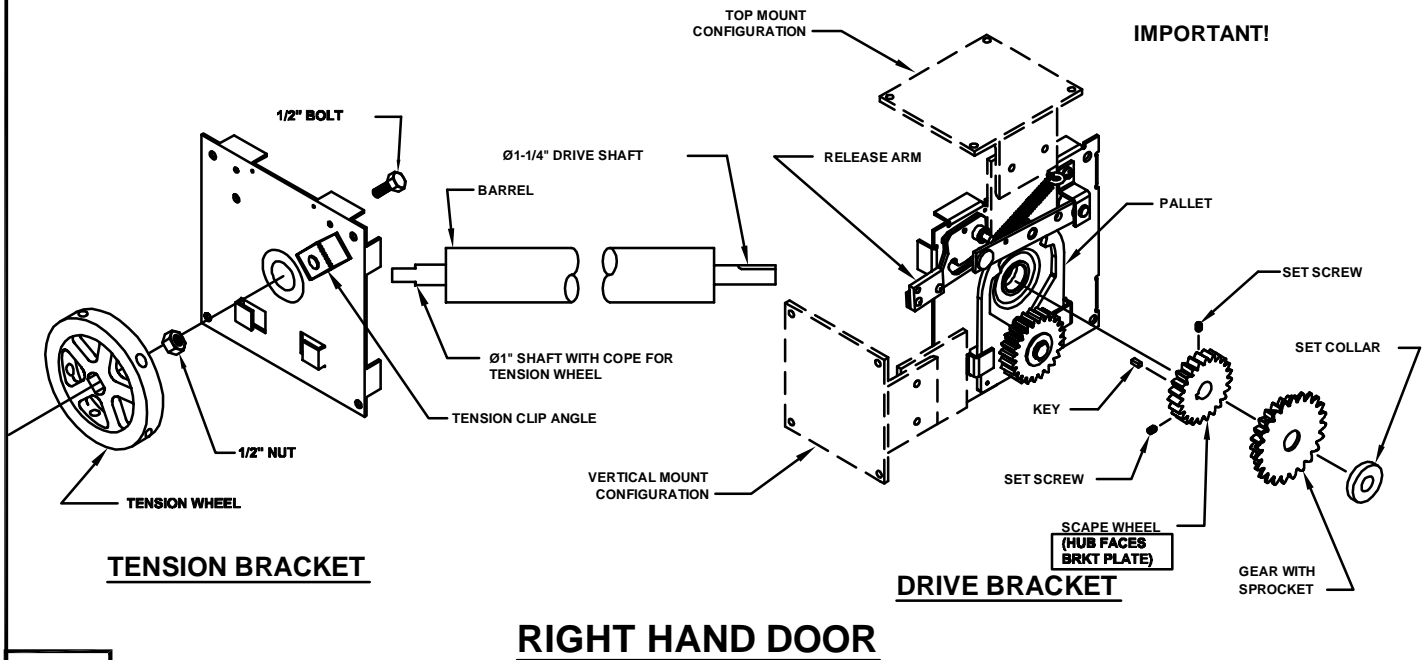

FIG. 12
A) ASSEMBLE THE BRACKETS ONTO THE BARREL AS SHOWN IN FIGURE 12 & 13.